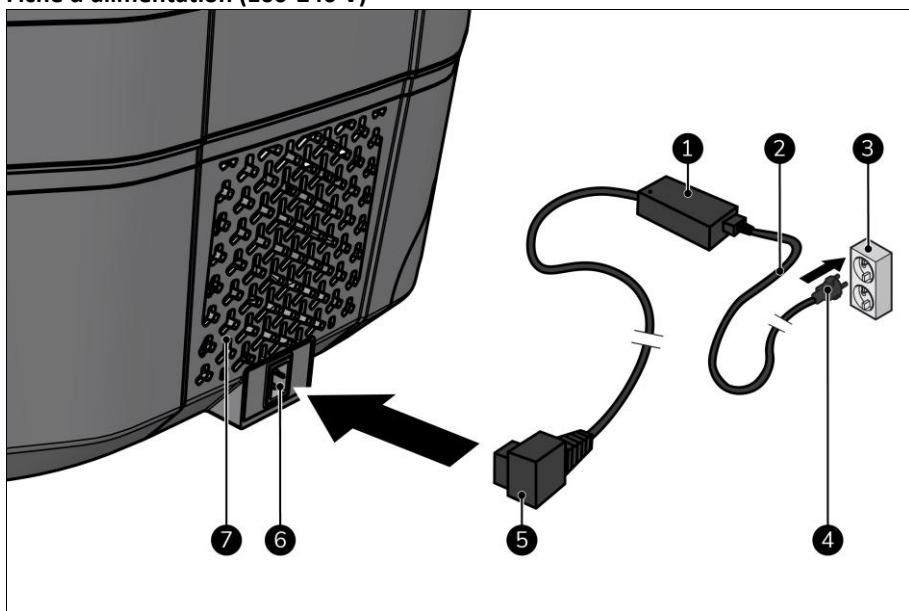

Figure 5
2. Assurez-vous que les trois grilles de ventilation (Figure 5, pos. 7) disposent d'au moins 5 cm d'espace de ventilation.
3. Placez le câble CA (Figure 5, pos. 2) dans l'adaptateur CA/CC (Figure 5, pos. 1).
4. Placez la fiche de l'adaptateur CA/CC (Figure 5, pos. 5) dans l'alimentation électrique de l'appareil (Figure 5, pos. 6).
5. Insérez la fiche d'alimentation (figure 5, pos. 4) dans une prise murale facilement accessible (Figure 5, pos. 3).